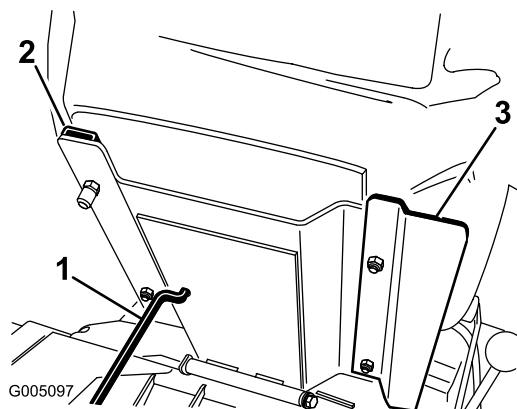

Figura 5
3. Fissate il sedile, il pannello e le guide di scorrimento con i dadi di bloccaggio (0,79 cm) (Fig. 6) forniti come parti sciolte. Montate il pannello del sedile sul lato destro e posizionalo come mostrato in Figura 5.